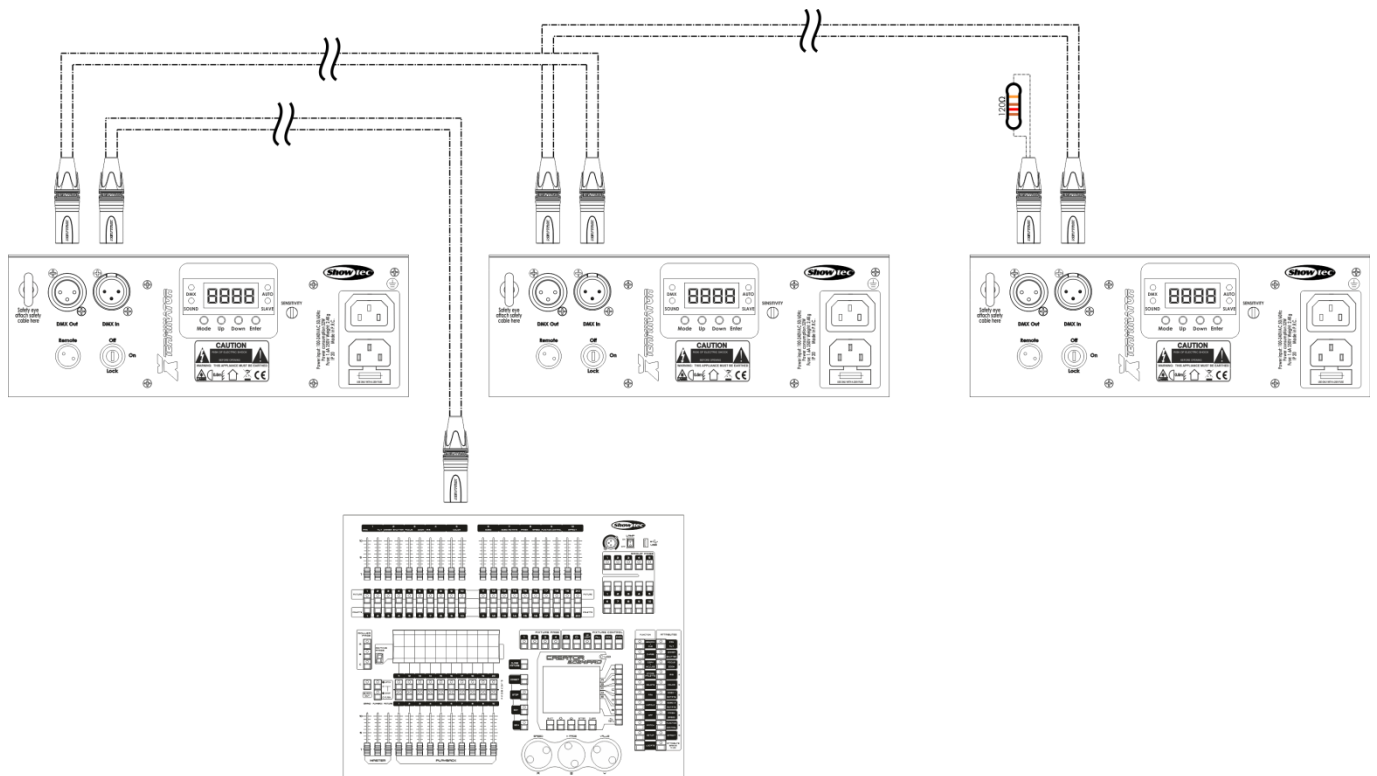

Abb. 04
- 05) Verbinden Sie die Geräte so wie in Abb. 04 gezeigt. Verwenden Sie ein DMX-Datenkabel, um die DMX-„OUT“-Buchse des ersten Geräts mit der „IN“-Buchse des zweiten Geräts zu verbinden. Wiederholen Sie diesen Vorgang, um das zweite, dritte und vierte Gerät ebenfalls zu verbinden.